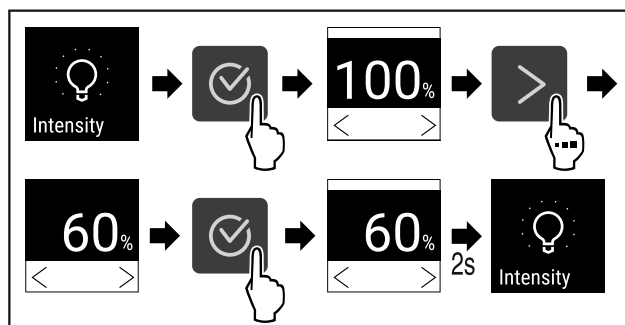

Fig. 71
▶ Handlungsschritte (siehe Fig. 71) durchführen.